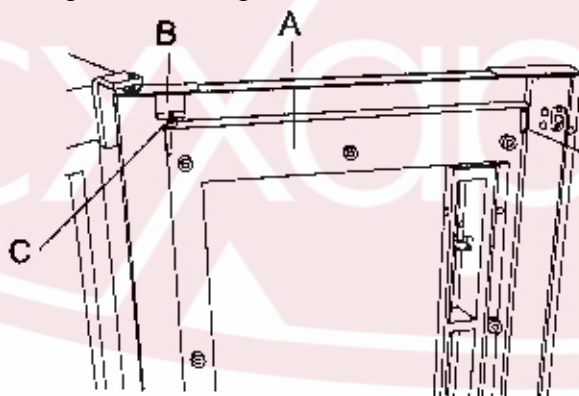

Рисунок 4b
- ослабить верхнюю петлю (элемент В рис.4b);
- отсоединить три предохраняющих стекло защелки, расположенных на противоположной стороне (элемент D рис.4b);
- затем извлечь поворотные стержни (элемент С рис.4b) из их посадочных мест в петлях. Теперь вы можете заменить старое стекло на запасное, полностью снабженное поворотными стержнями.